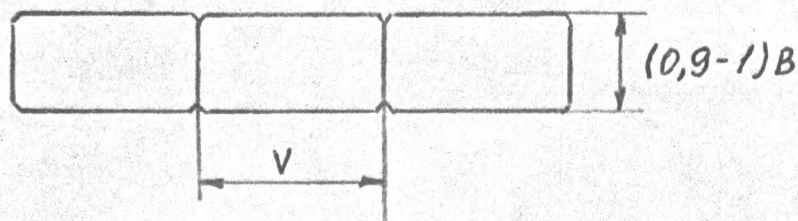

РИС. 7.9
7.6.6.3. ПОДКЛЮЧИТЕ ОСЦИЛЛОГРАФ С1-81 ЧЕРЕЗ КАБЕЛЬ С ДЕЛИТЕЛЕМ 1:10 К К.Т. АЗ-Х6, ВОСПРОИЗВЕДИТЕ ТОЛЬКО ЧТО СДЕЛАННУЮ ЗАПИСЬ И С ПОМОЩЬЮ РЕЗИСТОРОВ А6-Р6 И АЗ-Р74 ОТРЕГУЛИРУЙТЕ СИГНАЛ (РИС. 7.9).
7.6.9.11. УСТАНОВИТЕ РАЗВЕРТКУ ОСЦИЛЛОГРАФА С1-81 5 МС, ПОДКЛЮЧИТЕ ЕГО ЧЕРЕЗ КАБЕЛЬ С ДЕЛИТЕЛЕМ 1:10 К К.Т. АЗ-Х6 И РЕЗИСТОРАМИ А6-Р6 И АЗ-Р74 ОТРЕГУЛИРУЙТЕ СИГНАЛ ( СМ. РИС.7.9).